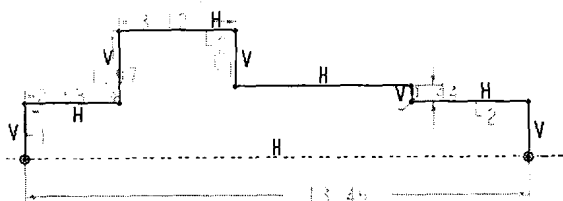

图2-3
2. 选择菜单命令【草绘】/【线】/【线】或单击 按钮，绘制阶梯轴半侧轮廓线，如图 2-3 所示。